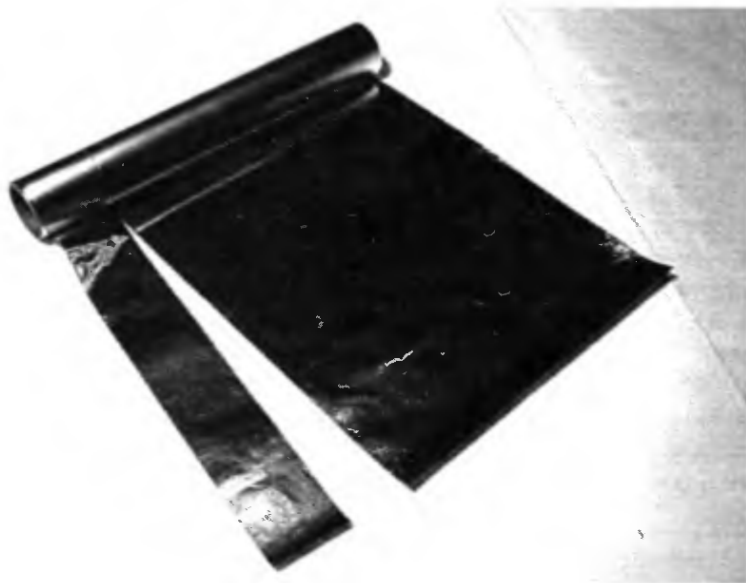

Рис. 1.15. Вырезание полосы алюминиевой фольги
5. Отрежьте полосу алюминиевой фольги (рис. 1.15) шириной 5 см и приблизительно 1 м длиной¹. Эта полоса будет использоваться для нижней части подъемника.